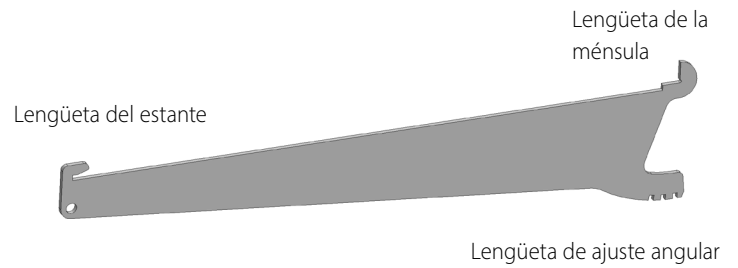

Fig. 11. Partes de la ménsula del estante.
1. Localice las ménsulas del estante. Véase la fig. 11.
Véanse las figs. 11 - 13.